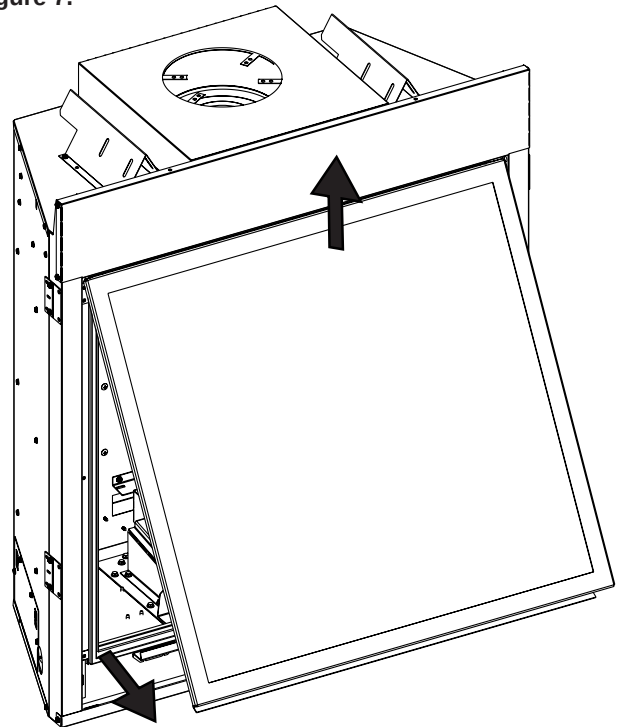

Figure 7
3. Décrocher la vitre encadrée en la tirant et en la basculant vers le haut. Mettre la vitre encadrée de côté en lieu sûr. Voir Figure 7.
21. Réinstaller la vitre encadrée déposée à l'étape 3. **Voir Figure 7.**